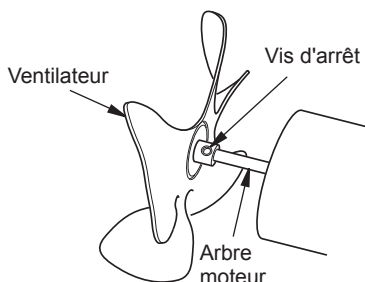

Figure 9 - Identification du ventilateur, de l'arbre du moteur et de la vis d'arrêt
11. Utilisez une clef hexagonale de 1/8 po pour desserrer la vis d'arrêt qui maintient le ventilateur à l'arbre du moteur (voir figure 9, page 46).